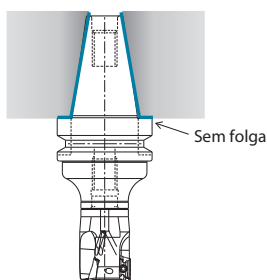

Fig. 3
3. Confirme se a cabeça está fixada com firmeza no mandril. (Fig. 3)